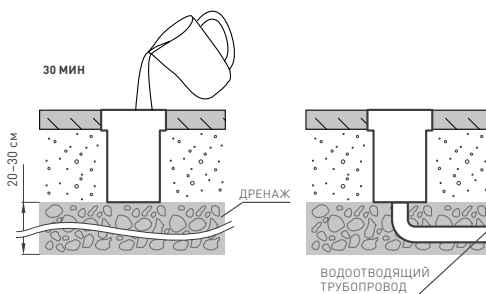

Рис. 2. Установка светильника в грунт
- ⚠ ВНИМАНИЕ!** Все работы по монтажу производите только при отключенном напряжении питающей сети. Установка оборудования должна осуществляться только квалифицированным персоналом, имеющим опыт установки подобного оборудования, а также имеющим соответствующий допуск на проведение монтажных работ. В процессе монтажа светильника строго соблюдайте действующие «Правила устройства электроустановок» (ПУЭ) и другие национальные нормативные документы и правила. Светильник спроектирован и испытан на статическую нагрузку до 500 или 2000 кг (в зависимости от модели), допускается монтаж и эксплуатация только в пешеходных зонах. Светильник не предназначен для установки на проезжую часть. **ЗАПРЕЩАЕТСЯ** производить монтаж светильника в условиях дождя, снега, тумана или повышенной влажности. **ЗАПРЕЩАЕТСЯ** устанавливать светильник в местах скопления воды (ямы, низины и т. п.). Светильник имеет степень защиты IP67 и не предназначен для установки под водой. В месте установки светильника необходимо подготовить дренажную систему из гравия (20–30 см) и убедиться в ее работоспособности (см. рис. 2). Для этого нужно полностью заполнить монтажную коробку светильника водой и проверить, исчезла ли вся вода в течение 30 минут. Если вода полностью не исчезла, необходимо рассмотреть возможность монтажа дополнительной дренажной системы (водоотводящего трубопровода).